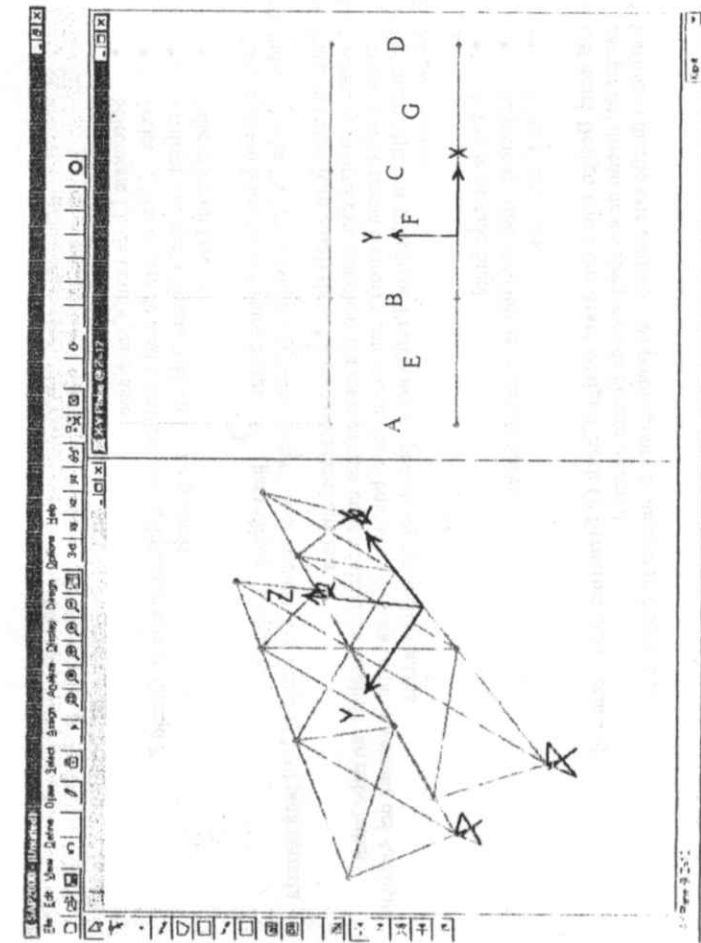

Figura X-1: Vista de la pantalla después del paso 11
13. Pulse en la reja denominada A, B, C, y D en la figura X-1 para ingresar 4 elementos al modelo
14. Pulse dentro la reja en los puntos denominados E, F, y G en la figura X-1 para ingresar las diagonales